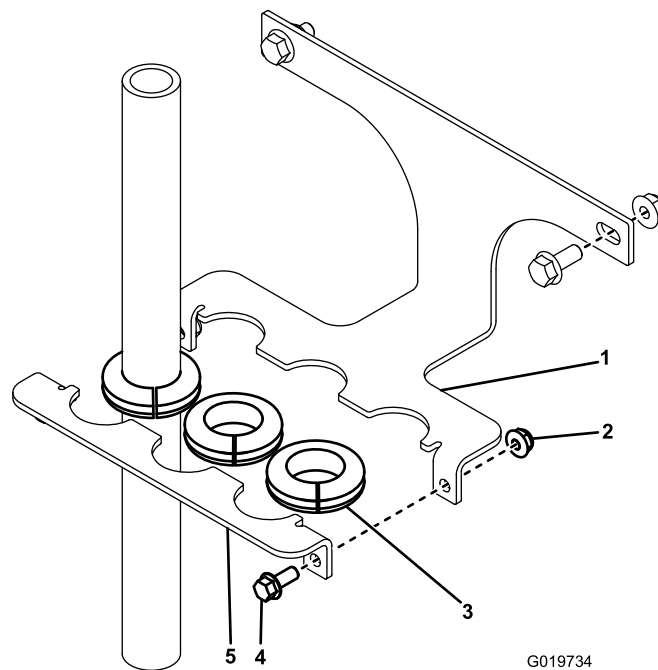

Figura 1
1. Monte a traseira do suporte de estabilização na traseira do suporte de montagem da válvula utilizando os dois parafusos e porcas existentes (Figura 1).
2. Corte os olhais de borracha e enrole-os em redor dos tubos ligados à unidade (Figura 1).
3. Alinhe os olhais com as ranhuras nos suportes de estabilização e ligue a frente do suporte de estabilização à traseira do suporte utilizando 2 parafusos de cabeça flangeada e 2 porcas flangeadas (Figura 1).